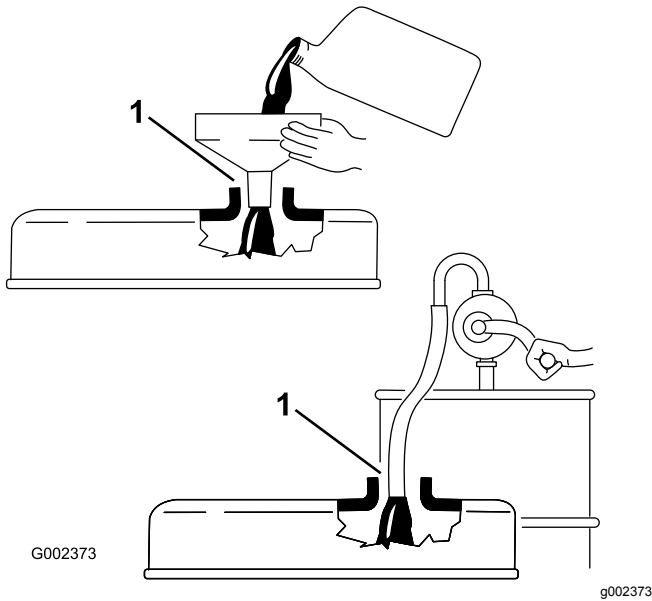

Figura 43
**Importante:** Ao adicionar óleo ou ao proceder ao enchimento, tem de existir uma folga entre o dispositivo de enchimento e o tubo de enchimento na tampa de válvulas como ilustrado na Figura 43. Esta folga é necessária para permitir a ventilação quando adicionar óleo.